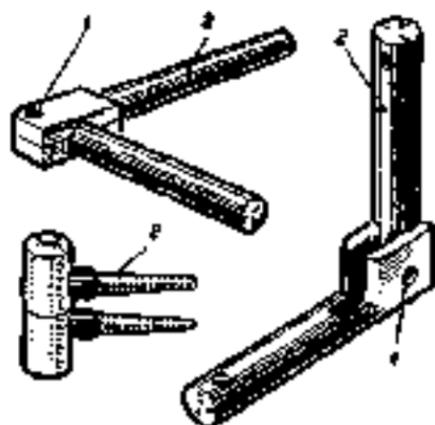
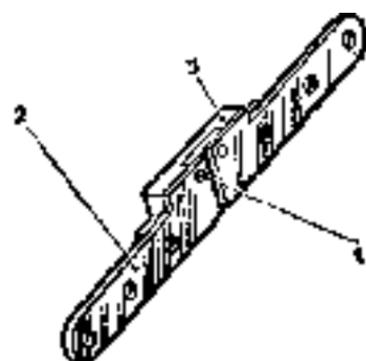

Рис. 93. Одношарнирные стержневые петли:
Рис. 94. Двухшарнирные ломберные петли:
92) также устроены очень просто: две прямые или угловые пластины соединены осью. *Стержневые петли* (рис. 93) состоят из стержней. Стержни бывают гладкими с отверстием под винт или с резьбой, могут иметь одинаковые или разные по форме головки. *Ломберные петли* (рис. 94) имеют угловые пластины, соединенные серьгой с осью. *Комбинированные четырехшарнирные петли* (рис. 95) состоят из круглой чаши и прямоугольного корпуса с винтом и планкой. Прямоугольный корпус соединен с чашей двумя серьгами с помощью осей.